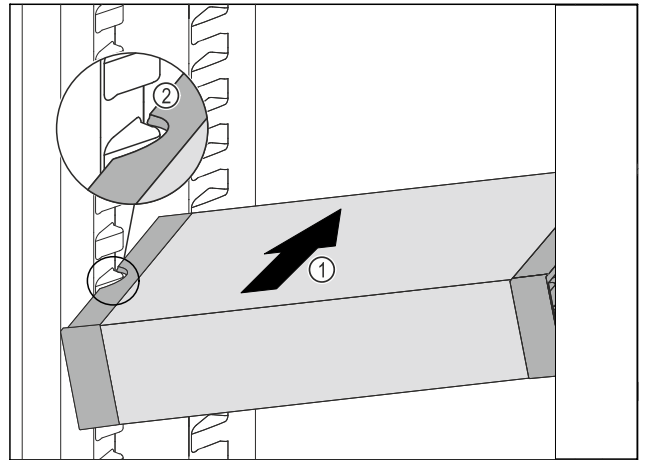

Fig. 59
- ▶ Вдвигайте VarioSafe под наклоном в холодильное отделение Fig. 59 (1), пока боковые выемки Fig. 59 (2) VarioSafe не окажутся на высоте выступа резервуара в холодильном отделении.